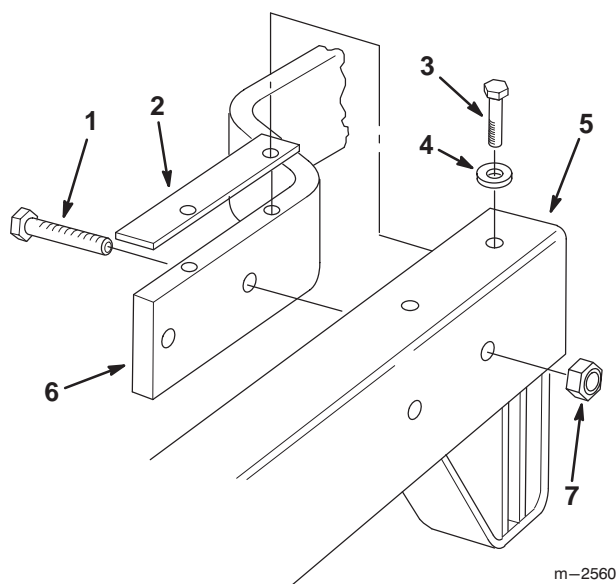

Figure 3
1. Montez le bâti porteur sur le groupe de déplacement à l'aide 4 des vis d'assemblage (3/8 pouce x 1-3/4 pouce (44 mm)) et des contre-écrous. Notez que les contre-écrous doivent être placés à l'extérieur du bâti porteur. Ne serrez pas trop les contre-écrous pour conserver un certain jeu entre le bâti et le châssis du groupe de déplacement (Fig. 3).
2. Posez des cales entre le bâti porteur et le châssis du groupe de déplacement. Les trous des cales doivent être en face des trous supérieurs du châssis du groupe de déplacement et du bâti (Fig. 3).
3. Insérez les 4 boulons à bride (3/8 pouce x 7/8 pouce (22 mm)) et les rondelles plates dans le bâti porteur et les cales, et dans les trous filetés en haut du châssis du groupe de déplacement. Serrez les boulons à 37-45 Nm (Fig. 3).
4. Serrez les 4 vis d'assemblage (3/8 pouce x 1-3/4 pouce (44 mm)) et contre-écrous à 37-45 Nm (Fig. 3).